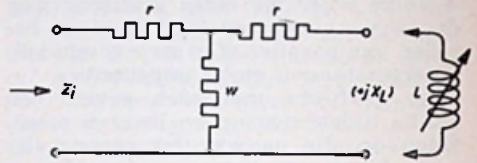

Fig. 39 30087
**2) Variabele inductieve reactantie (fig. 39)**